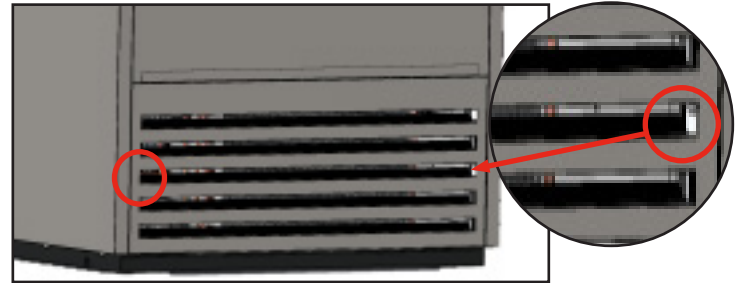

Fig. 1. Retire el tornillo que asegura la rejilla frontal.
2. Retire el tornillo que fija la rejilla tipo persiana al gabinete. Ver la Fig. 1.